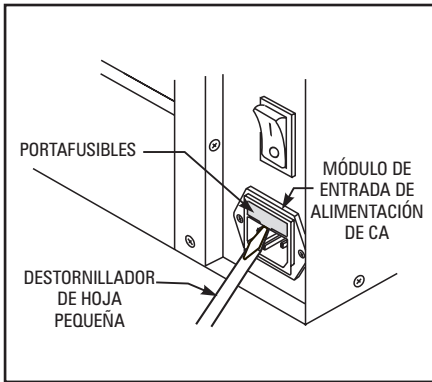

Figura 3
1. Haga uso de un destornillador de hoja pequeña o de una herramienta similar para quitar el portafusibles, el cual forma parte del módulo de entrada de corriente alterna ubicado en la parte posterior de la impresora. Consulte la Figura 3.